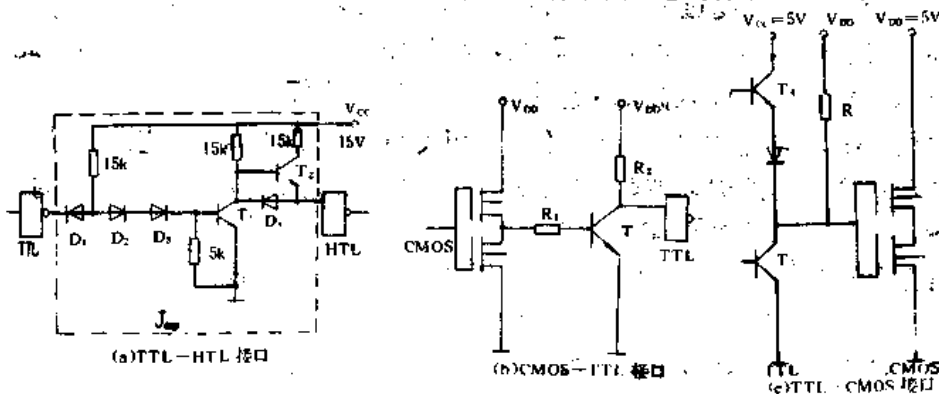

图 30-10
⑤在实际应用中,如遇到不同种类集成电路相互连接时,必须解决高低电平适配、驱动和负载能力匹配等问题。各种电路相互连接常见解决办法,参看图 30-10。